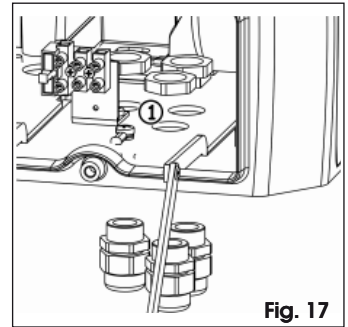

Fig. 17
3. Monteer de drie bijgeleverde kabelklemmen in de bijbehorende gaten onder het motordeel Fig. 17 ref. ①, met inachtneming van de oriëntatie in Fig. 17.